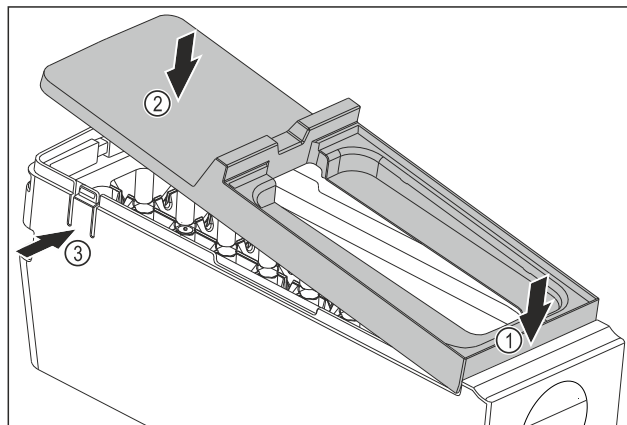

Fig. 148
- EasyTwist-Ice'i korpuse kate monteerimine: Pange kate ees kohale. Fig. 148 (1)
- Langetage taga katet. Fig. 148 (2)
- ▷ Kate fikseerub kuuldavalt mõlemasse aasa Fig. 148 (3).